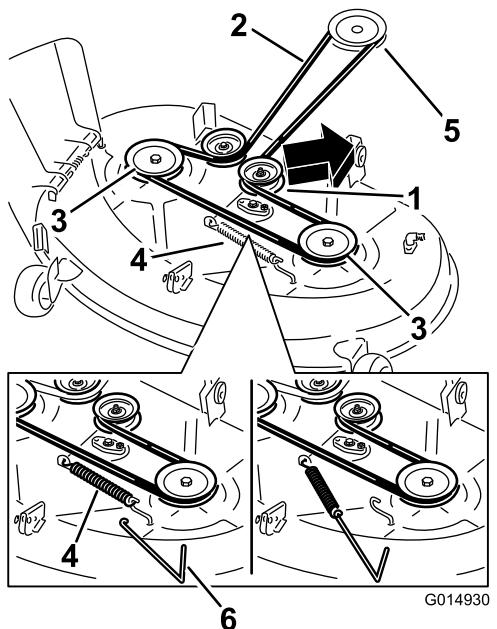

Figura 69
5. Con una herramienta para la retirada de muelles (Pieza Toro Nº 92-5771), retire el muelle tensor del gancho de la carcasa para eliminar la tensión de la polea tensora y retire la correa de las poleas (Figura 69).
6. Pase la correa nueva alrededor de las poleas del motor y del cortacésped (Figura 69).
7. Usando una herramienta para la retirada de muelles, instale el muelle tensor sobre el gancho de la carcasa y tense la polea tensora y la correa del cortacésped (Figura 69).